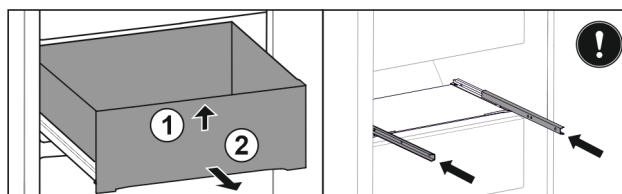

Fig. 123
- Nadzvedněte zásuvku vpředu. Fig. 123 (1)
- Vyjměte zásuvku dopředu. Fig. 123 (2)